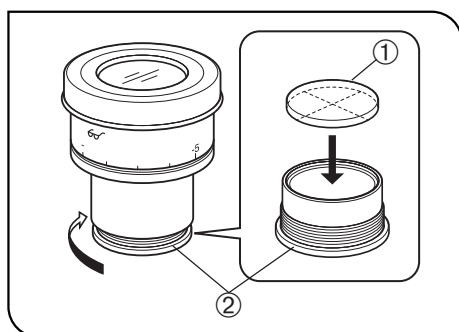

Fig. 15
4 Montaggio del micrometro per oculare (Fig. 15)
Il micrometro per oculare si può inserire negli oculari del tipo WHN10X-H. Utilizzare micrometri da 24 mm di diametro e 1,5 mm di spessore. Come da Fig. 15, girare il supporto del micrometro incorporato ② nella direzione della freccia per svitarlo dall'oculare, quindi inserirvi un micrometro ① con l'indicazione del modello rivolta verso il basso.